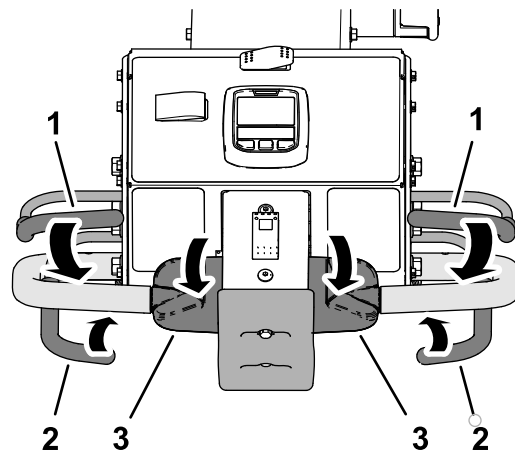

Рисунок 37
2. Удерживая любую штангу контроля присутствия оператора прижатой к рукоятке управления, поверните верхнюю часть органа управления тягой вперед и прижмите штангу аэрации (Рисунок 37).